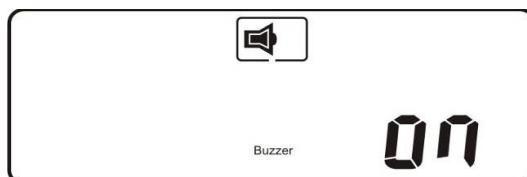
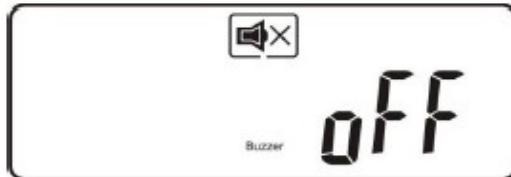

Рис. Q1 Звуковая сигнализация включена
Рис. Q2 Звуковая сигнализация выключена
Звуковая сигнализация включена — рис. Q1, выключена — рис. Q2;
1. Включить (рис. Q1) или выключить (рис. Q2) аварийную звуковую сигнализацию ИБП.
2. Запустить режим установки параметров, одновременно нажав и удерживая кнопки “On” и “След. страница” (↑ и ↓) на лицевой панели ИБП на время не менее 3 секунд. Раздастся двойной звуковой сигнал и ж/к-дисплей перейдет в состояние, показанное на рис. Q1.